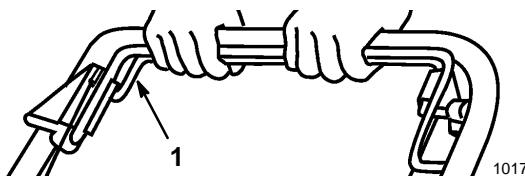

Figure 11
- Pour commander la traction, serrer la barre de commande de traction contre le mancheron et la maintenir (Fig. 11).